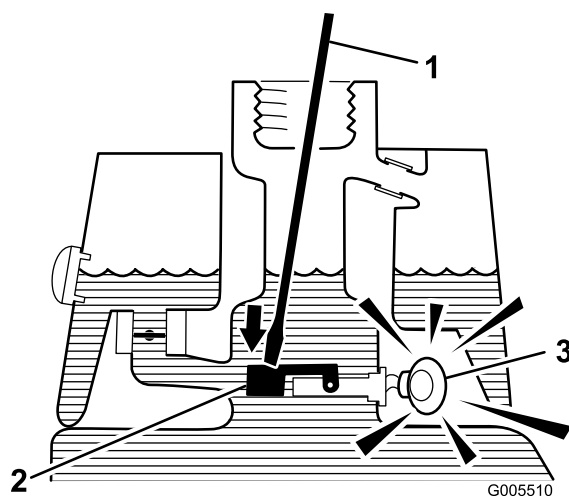

Figura 30
- Inserite nel collo del serbatoio un'asta o un cacciavite puliti, e premete con cautela l'interruttore galleggiante (Figura 30). Dopo un secondo dovrebbe scattare l'allarme.